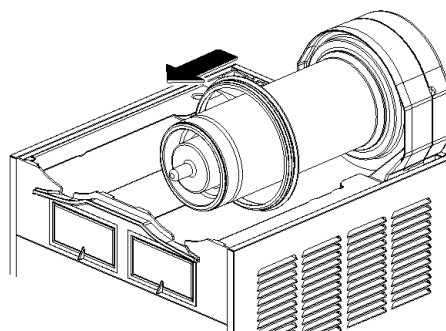

figura 11
- 4 Quitar de su alojamiento la junta del contenedor (ver figura 11).